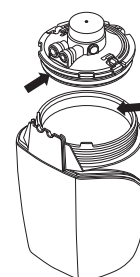

Fig. 40
8. Vacíe el agua de la base. A continuación, **revise** el sello y la superficie interior superior de la base y **limpie** cualquier suciedad (Fig. 40).